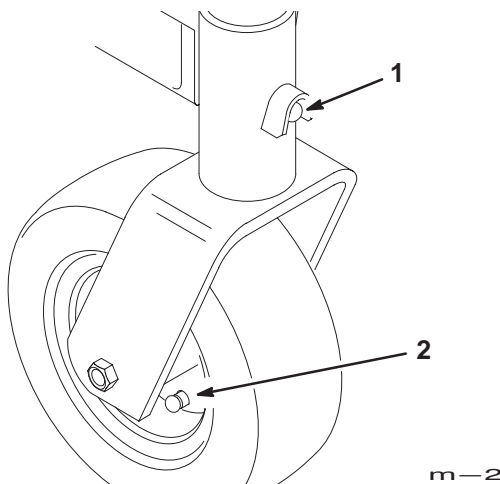

Figure 25
3. Lubrifiez les graisseurs des tubes de montage du bâti porteur et des roues pivotantes (Fig. 25).